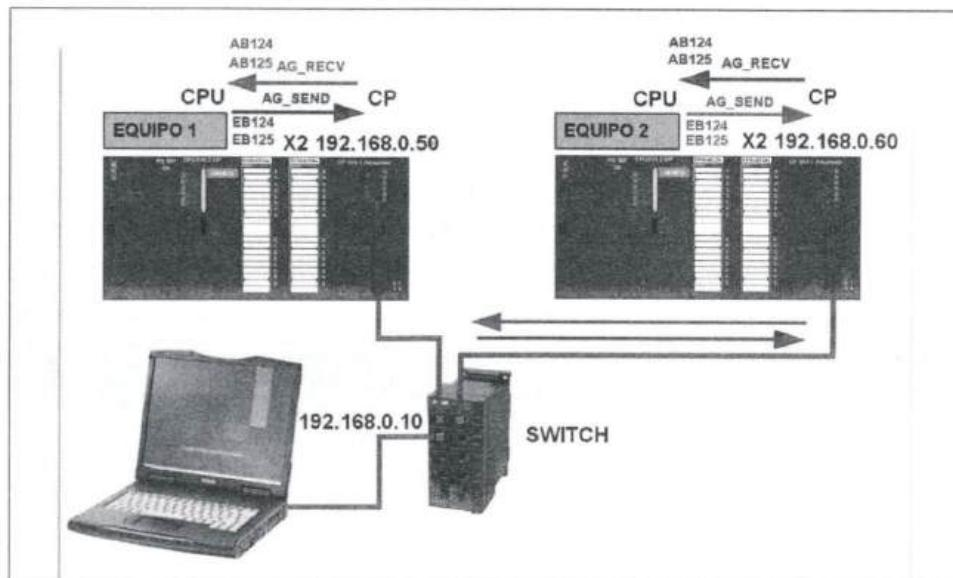

Figura 4.2.1
- Utilizando uno o varios switchs, los equipos, ya sean PLC o PC se van conectando al switch. Nos quedará una topología de red en estrella, tal como podemos ver en la figura 4.2.1. La conexión de los equipos al switch se realiza desde los puertos P1 o P2 de la conexión X2.